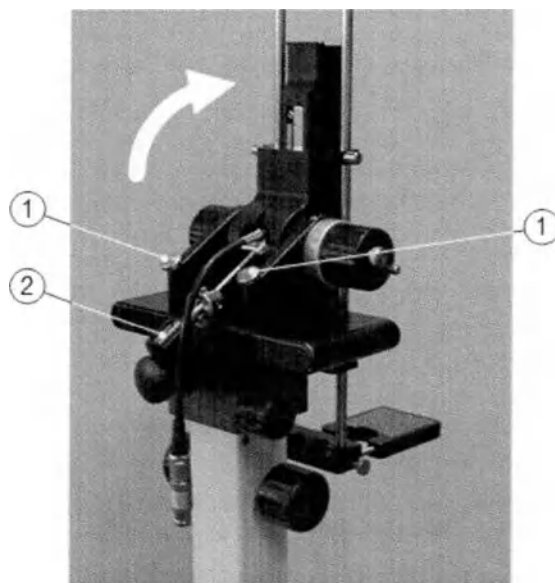

Рис. 5.4. Поднятие ручки (слева), наклон под углом 90° для выполнения калибровки (справа)
- 2 Ослабьте обе ручки (рис. 5-4, цифра 1).
- 3 Поднимите ручку (рис. 5-4, слева, цифра 1), освободив ее из фиксатора (рис. 5-4, слева, цифра 2), и опустите датчик в емкость для калибровки (например, контейнер) с жидкостью (например, с водой) (рис. 5-4, справа).
- 6 После завершения калибровки поднимите датчик и вставьте ручку в фиксатор (рис. 5-4, цифра 2).
- 7 Затяните обе ручки (рис. 5-4, цифра 1).